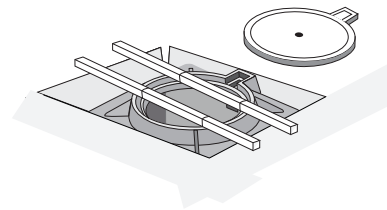

Fig. 2a
Also in spheroidal cast iron the graphite nodules inhibit cracks (Figure 2b), unlike lamellar graphite which offers a preferential route for them to spread (Figure 2a).
En outre, dans la fonte à graphite sphéroïdale, les nodules de graphite exercent une action d'arrêt pour les cricques (figure 2b), à la différence du graphite lamellaire qui offre une voie préférentielle pour leur propagation (figure 2a).
2. Posizionare il sistema telaio-assi sopra il pozzetto assicurandosi di centrare verticalmente il telaio rispetto al passo d'uomo del pozzetto (fig 2a)
2. Place the frame-axis system on the shaft being sure to centre the frame vertically with respect to a human passing the shaft (Fig 2a)
2. Positionner le système cadre-axes sur le puits en s'assurant de centrer verticalement le cadre par rapport au trou d'homme du puits (fig. 2a)